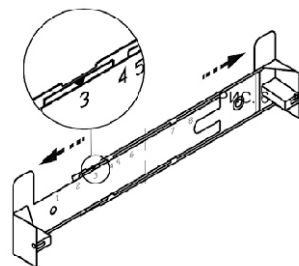

рис. 7
6.5 Крепление кронштейна к стене (рис. 7, 8)
- прежде чем прикрепить кронштейн к стене, необходимо выставить его на нужный размер (равный ширине верхней фальштрубы) рис.7, для этого увеличьте размер кронштейна (если это необходимо) и установите фиксатор напротив цифры соответствующей Вашей вытяжке (см. графа N, табл.3)